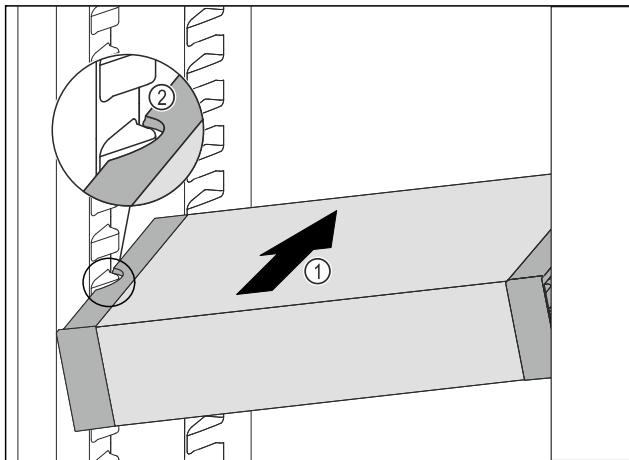

Fig. 106
- ▶ Вкарайте VarioSafe под ъгъл в хладилната част Fig. 106 (1), докато страничните прорези Fig. 106 (2) на VarioSafe се намират на височината на реброто на съда в хладилната част.